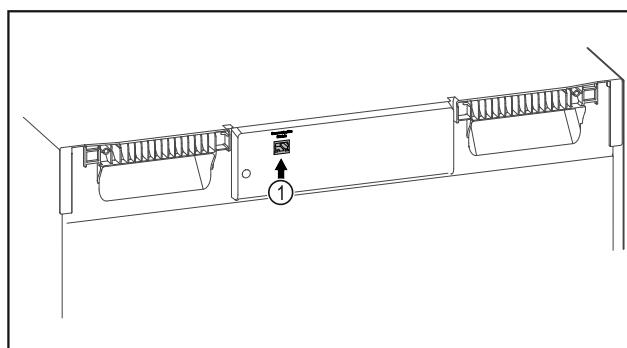

Fig. 89
- Moduli SmartModule Fig. 89 (1) është vendosur.